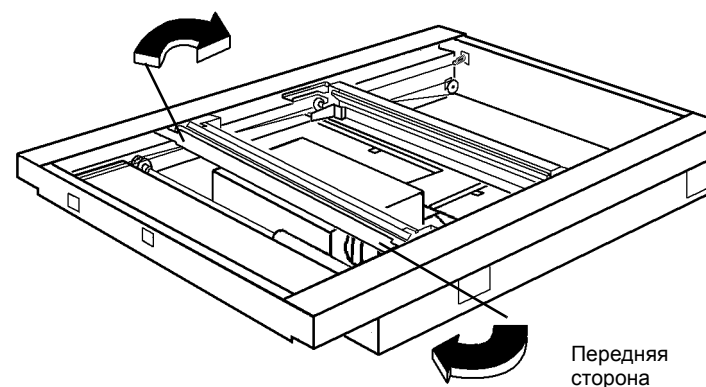

Рисунок 3 Поверните каретку
7. Поверните каретку лампы экспонирования и выньте ее из RIS (Рисунок 3).